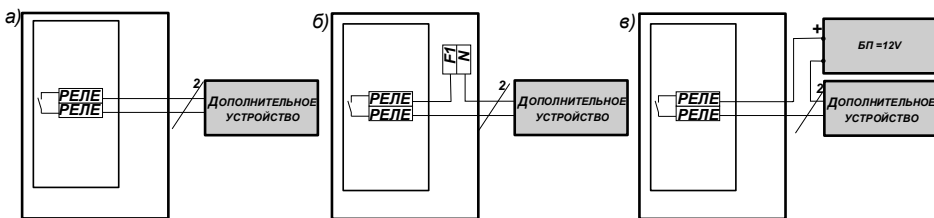

Рис.2
2.2.6 Подключить светозвуковой оповещатель к клеммам «РЕЛЕ» на плате «081», соблюдая полярность при подключении. Варианты подключения вспомогательных устройств смотри на Рис.2.
2.2.14 Завести провода и подключить дополнительное устройство (светозвуковой оповещатель) к выходу «РЕЛЕ» соответственно «СИГНАЛ-2». Варианты подключения дополнительных устройств к релейным выходам пультов «СИГНАЛ-1 - 2» приведены на рис. 2